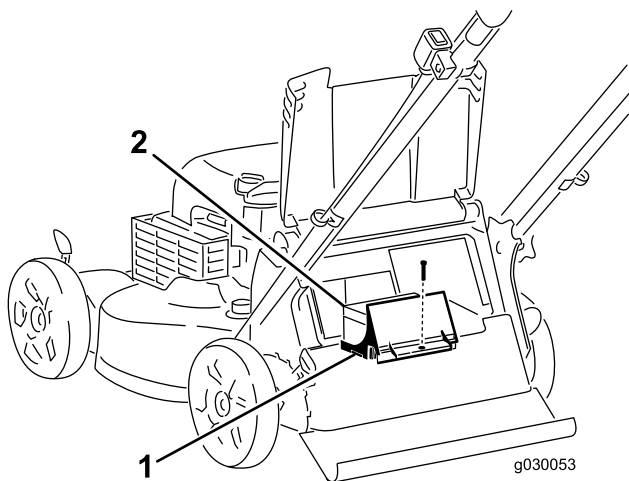

Figure 37
**Remarque:** La machine est livrée avec un fusible de rechange situé dans le boîtier du chargeur de batterie (Figure 37).